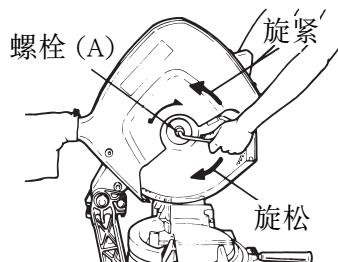

图 13
(1) 按主轴锁并用 17 mm 套筒扳手松开螺栓 (A)。因为螺栓 (A) 是左旋式螺纹，将其向图示（图 13）
(5) 将垫圈 (B) 和螺栓 (A) 仔细清洗干净后，将两者装在锯条轴上。
(6) 按主轴锁并用 17 mm 套筒扳手按图示方向（图 13）拧紧螺栓 (A)。